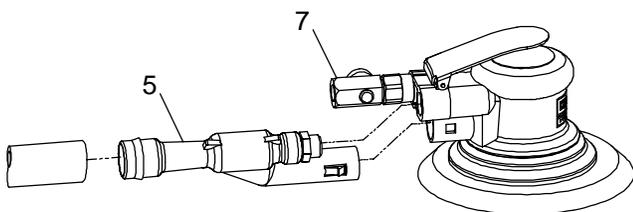

Figura 2
- Gire el mando del regulador de aire (7) para ajustar el caudal de aire. (Figura 2)
Vea la figura 2.